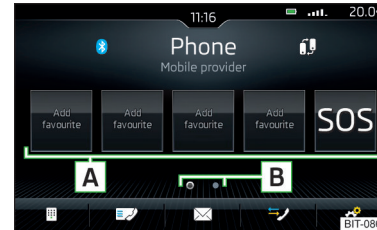

Abb. 154
- ▶ Im Hauptmenü *Telefon* die gewünschte freie Funktionsfläche **A** » Abb. 154 antippen.
- ▶ Zum **Wechsel der Speichergruppe** die Funktionsfläche **B** » Abb. 154 antippen.
- ▶ Zur **Wahl** die belegte Funktionsfläche **A** » Abb. 154 antippen.
- ▶ Im Hauptmenü *Telefon* die gewünschte belegte Funktionsfläche **A** » Abb. 154 halten.